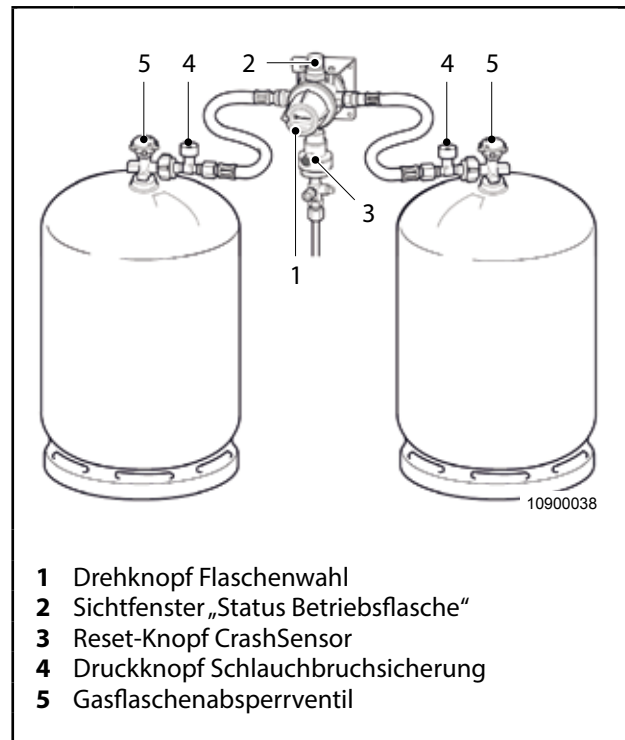
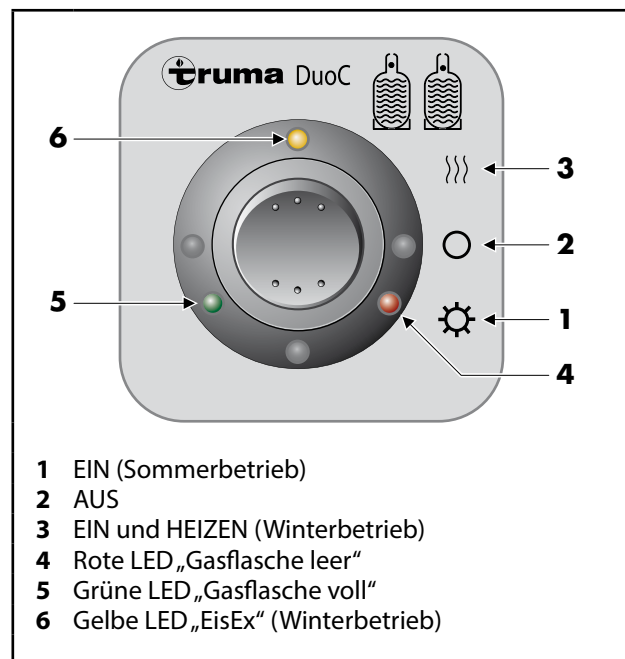

Abb. 18 Truma DuoControl CS
Abb. 19 Fernanzeige DuoC
Mittels Drehknopf Flaschenwahl (Abb. 18, Pos. 1) kann manuell bestimmt werden, welche Gasflasche die Betriebs- bzw. Reserveflasche ist.
Am Sichtfenster „Status Betriebsflasche“ (Abb. 18, Pos. 2) wird der Status der momentanen Gasentnahme angezeigt:
Die mittels Drehknopf Flaschenwahl (Abb. 18, Pos. 1) festgelegte Betriebsflasche wird zuerst entleert. Ist die Betriebsflasche leer, leuchtet bei eingeschalteter Fernanzeige die rote Kontrolllampe (Abb. 19, Pos. 4) auf und signalisiert die leere Betriebsflasche.
Das Gasdruck-Regelanlage schaltet automatisch auf die Reserveflasche um. Bei eingeschalteter Fernanzeige DuoC (Sonderzubehör) erlischt die rote Kontrolllampe (Abb. 19, Pos. 4) und es leuchtet die grüne Kontrolllampe (Abb. 19, Pos. 5) auf und signalisiert die volle Reserveflasche.
1. Gasflaschenabsperrventil (Abb. 18, Pos. 5) öffnen.
2. Grüne Taste Schlauchbruchsicherung (Abb. 18, Pos. 4) kräftig drücken.
3. Ggf. – z. B. nach Neueinbau oder versehentlichem Gegenschlagen der Gasflasche an die MonoControl CS – zur Rücksetzung des CrashSensor-Auslöseelements den grünen Resetknopf (Abb. 18, Pos. 3) drücken.
1. Drehknopf Flaschenwahl (Abb. 18, Pos. 1) um 180° in Stellung Reserveflasche drehen und Ventil der leeren Gasflasche schließen. Statusanzeige auf Fernanzeige (Sonderzubehör) wechselt auf grün (Abb. 19, Pos. 5).
4. Ventil der vollen Gasflasche öffnen und Druckknopf Schlauchbruchsicherung (Abb. 18, Pos. 4) drücken. Statusanzeige auf Fernanzeige (Sonderzubehör) bleibt auf grün (Abb. 19, Pos. 5).
5. Nach dem Anschluss, den Drehknopf Flaschenwahl (Abb. 18, Pos. 1) kurzzeitig auf die volle Gasflasche zurückdrehen, um die Gasanlage mit laufenden Verbrauchsgeräten zu entlüften.
Schalter in Stellung EIN (Sommerbetrieb) (Abb. 19, Pos. 1) stellen. Die beiden Leuchtdioden (4 bzw. 5) zeigen den Zustand der Betriebsflasche an:
Grüne LED (Abb. 19, Pos. 5) = Gasflasche voll leuchtet
Rote LED (Abb. 19, Pos. 4) = Gasflasche leer leuchtet
Zum Ausschalten den Schalter in Stellung AUS (Abb. 19, Pos. 2) stellen.
1. Schalter in Stellung EIN und HEIZEN (Winterbetrieb) (Abb. 19, Pos. 3) stellen. Zusätzlich zur Statusanzeige der Betriebsflasche wird das Umschaltventil beheizt und dieses mit der gelben LED EisEx (Winterbetrieb) (Abb. 19, Pos. 6) angezeigt.
2. Zum Ausschalten den Schalter in Stellung AUS (Abb. 19, Pos. 2) stellen.